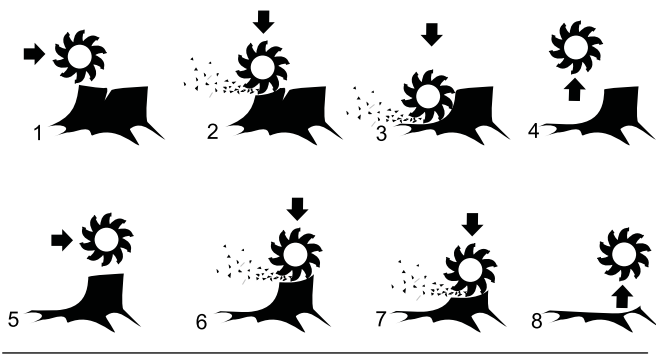

Figure 8
7. Écartez le disque de coupe de côté puis abaissez-le d'environ 1,25 à 2,55 cm (1/2 à 1") dans le coin supérieur avant de la souche. Déplacez le disque de coupe d'avant en arrière, en l'abaissant d'environ 1,25 à 2,55 cm (1/2 à 1") avant chaque déplacement, jusqu'à ce que la partie avant de la souche soit rabotée au niveau sol (Figure 8).